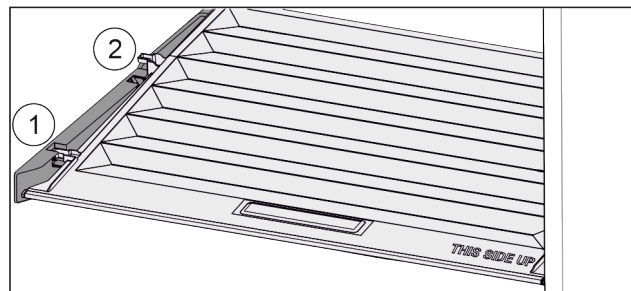

Fig. 82
- ▶ Pokrywę pociągnąć do przodu Fig. 82 (1), aż otworzy się w elementach trzymających.
- ▶ Podnieść tył od dołu i wyjąć Fig. 82 (2) go do góry.